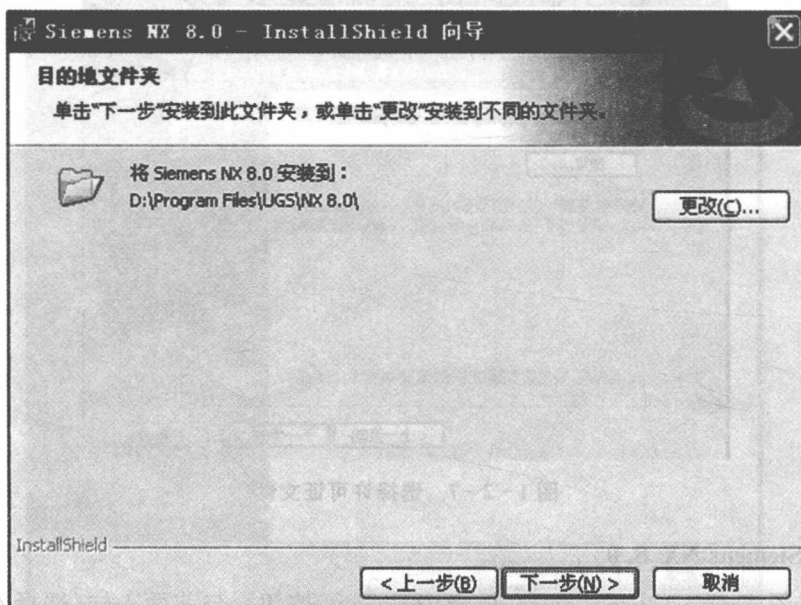
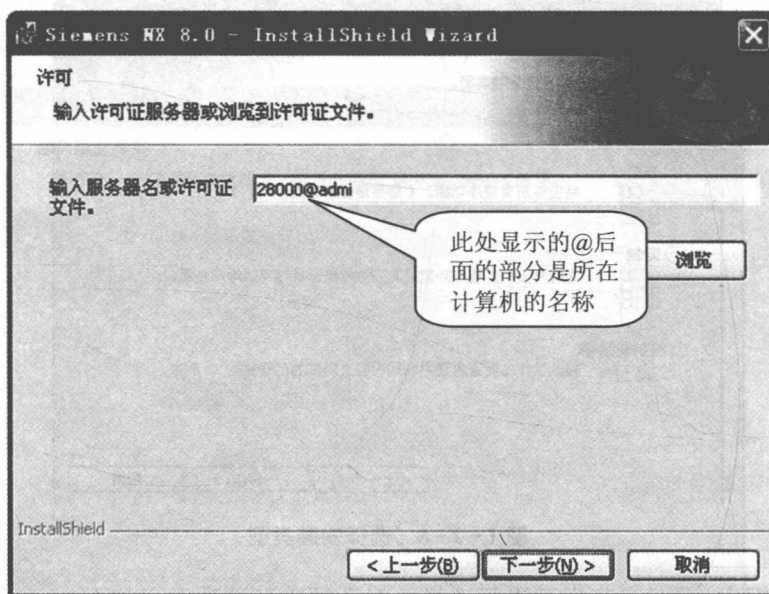
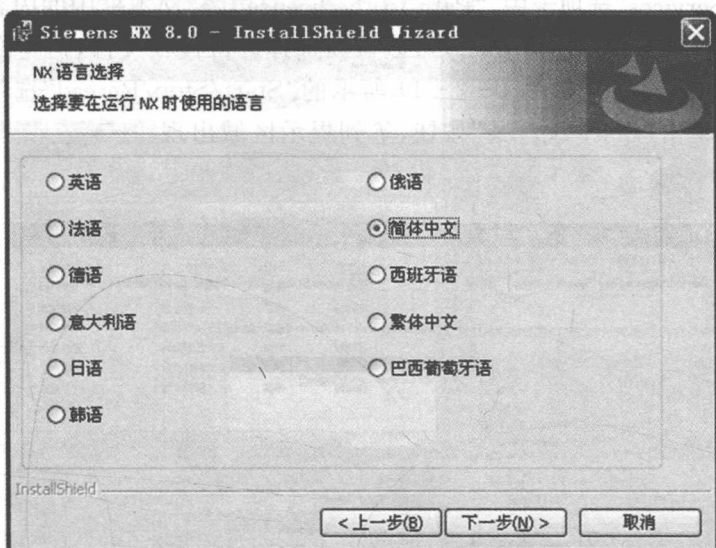
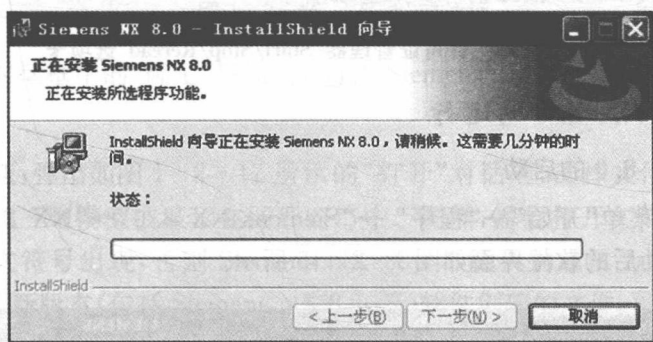

图 1-2-9 更改安装路径
图 1-2-10 软件使用许可文件
图 1-2-11 “NX 语言选择”对话框
图 1-2-12 安装进度对话框
- ① 典型。安装 Siemens NX 8.0 的全部功能，需要的磁盘空间也最大。
- ② 定制。对于熟悉本软件模块的用户，可以选择安装自己需要的模块。
- ③ 映射的驱动器。此类型是将软件安装在局域网上，共享服务器上的许可证许可。
(2) 单击“下一步”按钮，出现如图 1-2-9 所示对话框，对话框中显示出 Siemens NX 8.0 程序将要安装到的文件夹，可以单击“更改”按钮重新选择文件夹。
(3) 单击图 1-2-9 中的“下一步”按钮，弹出如图 1-2-10 所示的对话框。在此对话框中，“输入服务器名或许可证文件”文本框中的内容在“@”符号后面的部分，如果不是所安
(4) 单击如图 1-2-10 所示对话框中的“下一步”按钮,系统会弹出如图 1-2-11 所示的“NX 语言选择”对话框。选择“简体中文”后,单击“下一步”按钮,系统弹出“准备安装程序”对话框,单击“安装”按钮,安装向导开始安装 Siemens NX 8.0,并弹出如图 1-2-12 所示的“正在安装 Siemens NX 8.0”对话框。
(5) 安装结束后,弹出“InstallShield Wizard 完成”对话框,单击“完成”按钮,即完成了 Siemens NX 8.0 程序的安装。